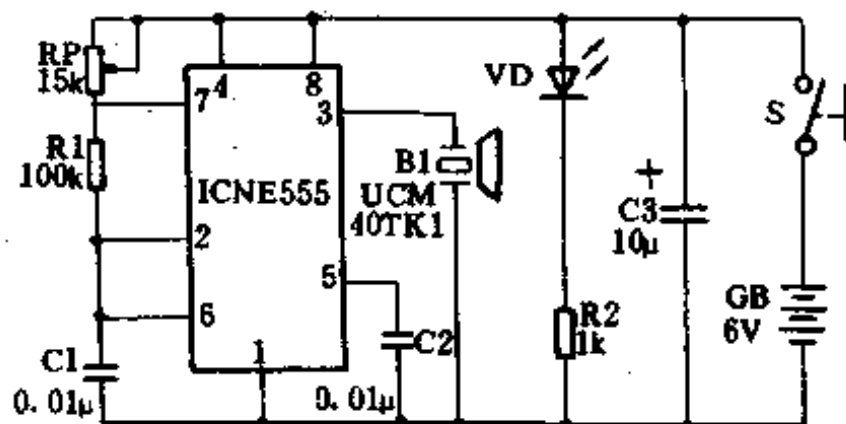

图 2-25
3. 遥控调速/调光装置:它由超声波发射器和接收器两部分电路构成。图 2-25 是发射器电路,它的中心器件是一块时基集成电路 NE555,与外围元件组成振荡器,能够向超声波传感器 B1 两端送入 40kHz 的脉冲电压,经其作电声转换后,向空间发射出 40kHz 超声波信号。